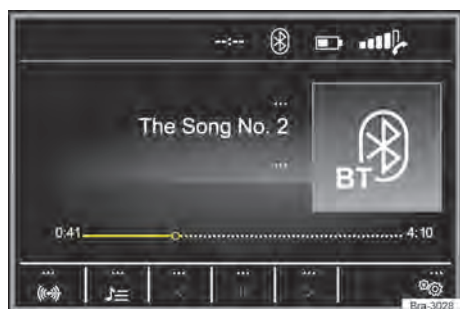
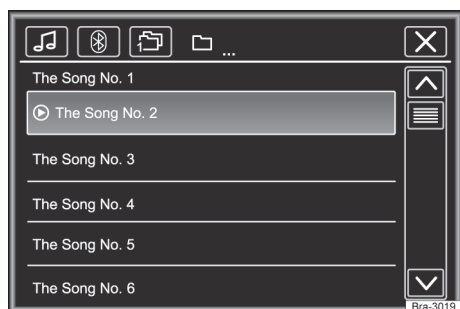

Fig. 136 Menu principal de mídia.
Fig. 137 Operação do rádio: lista de estações.
- Pressionar o botão **MEDIA** para abrir o menu principal **MEDIA** → Fig. 136.
As fontes de mídia que são reproduzidas atualmente são exibidas na superfície de função na parte inferior esquerda → Fig. 136.
Legenda da → Fig. 136 e → Fig. 137: